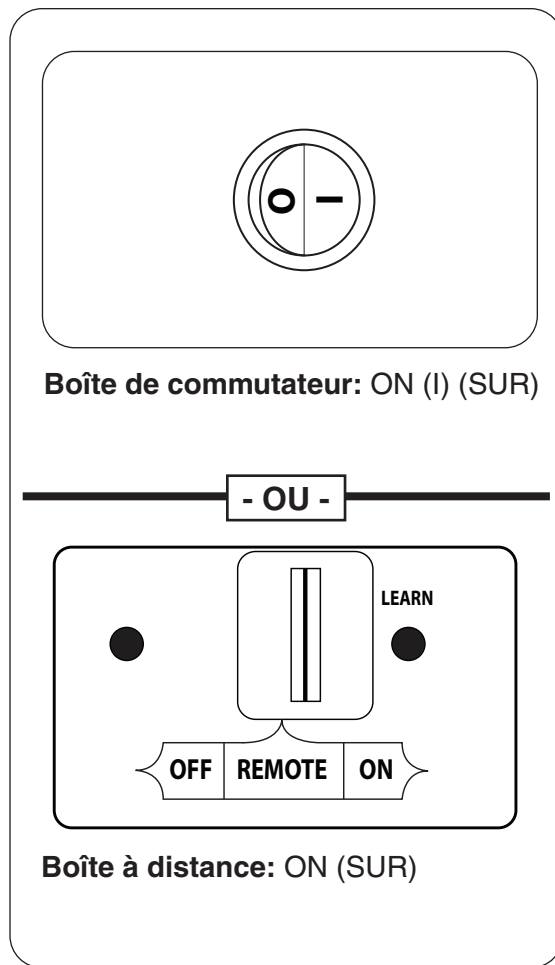

Fig. 32-1 Allumage manuel
1. **Boîte De Commutateur Modèles:** Repérez l'interrupteur ON/OFF (sur/éteindre) à l'avant de la boîte de commutation. Appuyez sur l'interrupteur sur la position **ON (I)** (sur). Voir Fig. 32-1.
Boîte À Distance Modèles: Situez l'interrupteur à 3 positions sur le récepteur à distance (voir la Fig.32-1.), Et faites glisser le commutateur à la position **ON** (sur).